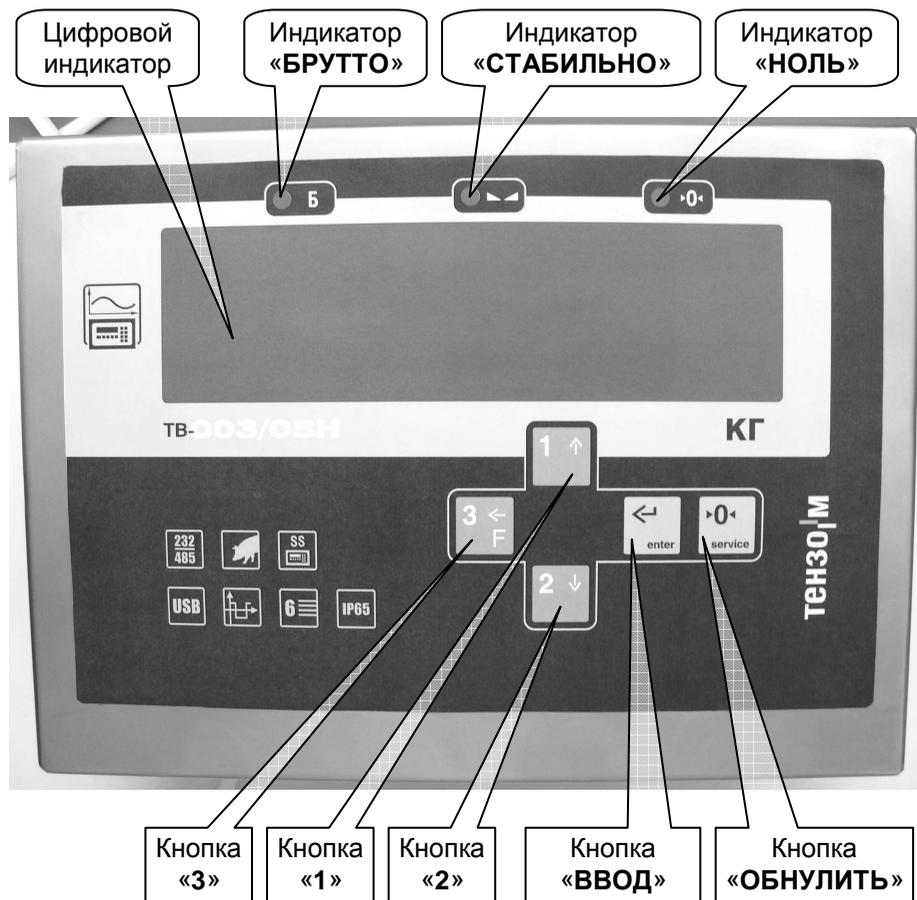

Рис. 4.1. Вид Преобразователя спереди.
На Рис. 4.1 изображён вид Преобразователя спереди.
6.2. После включения Преобразователь выполнит самотестирование, затем на цифровой индикатор (см. Рис. 4.1, стр. 5) будет кратковременно выведено название версии программного обеспечения Преобразователя: «**C.4.xxx**».
Для блокирования клавиатуры Преобразователя во время измерения и индикации веса нажмите подряд на кнопки клавиатуры «1», «2» и «2» (см. Рис. 4.1 на стр. 5). Показания веса «мигнут» и клавиатура будет заблокирована.